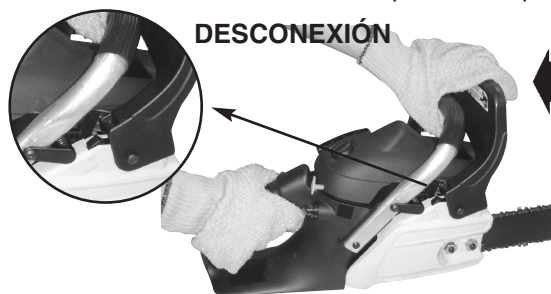

Fig. 30
1. El FRENO DE LA CADENA® se DESCONECTA (puede mover la cadena) cuando la PALANCA DEL FRENO SE ECHA HACIA ATRÁS Y SE BLOQUEA. Asegúrese de que el pestillo del freno de la cadena se encuentra en la posición de DESCONEXIÓN (OFF). (Fig. 30).